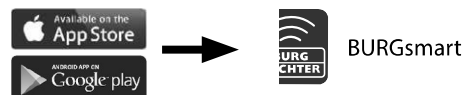

Abb. 1
- 1 Um Ihr neues Schließsystem einrichten zu können, müssen Sie sich zunächst die App **BURGsmart** herunterladen. Diese ist im iOS App Store und bei Google Play zu finden (Abb. 1).